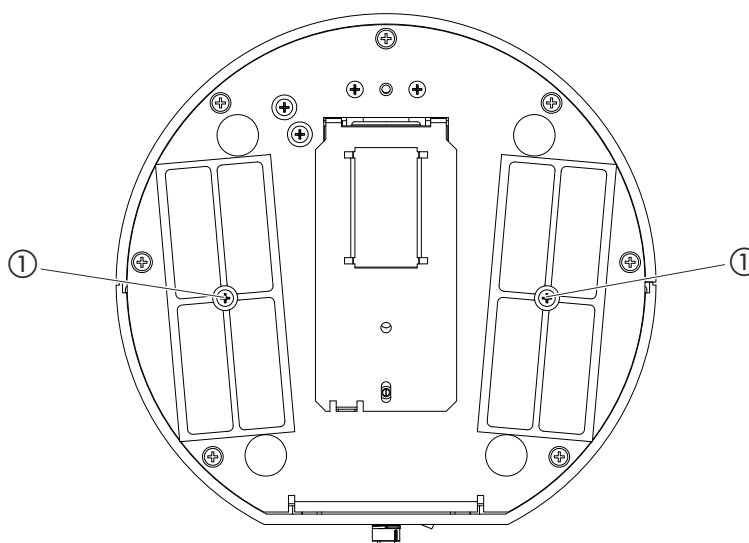

Fig. 15: Vista de baixo
- 3 Solte os dois parafusos no meio dos suportes dos filtros, veja fig. 15 na página 61.